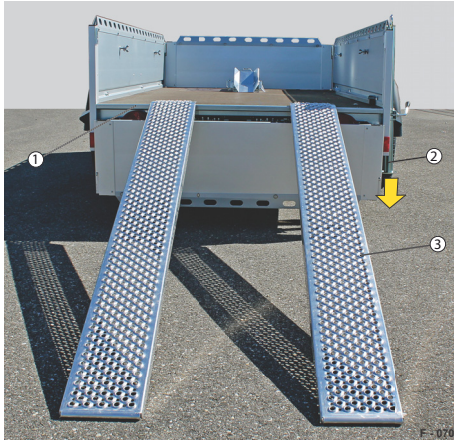

Abb. 73 Sicherheit beim Bedienen
- Stützen (Abb. 73/1) sind in Stützstellung positioniert - Stabilität ist gewährleistet
- Auffahrhilfen z.B. Auffahrschienen / Auffahrampen (Abb. 73/3) sind auf die Spurweite des aufzuladenden Fahrzeugs positioniert
- Auffahrhilfen sind gegen Abrutschen an der Ladeflächenkante (Abb. 73/2) gesichert